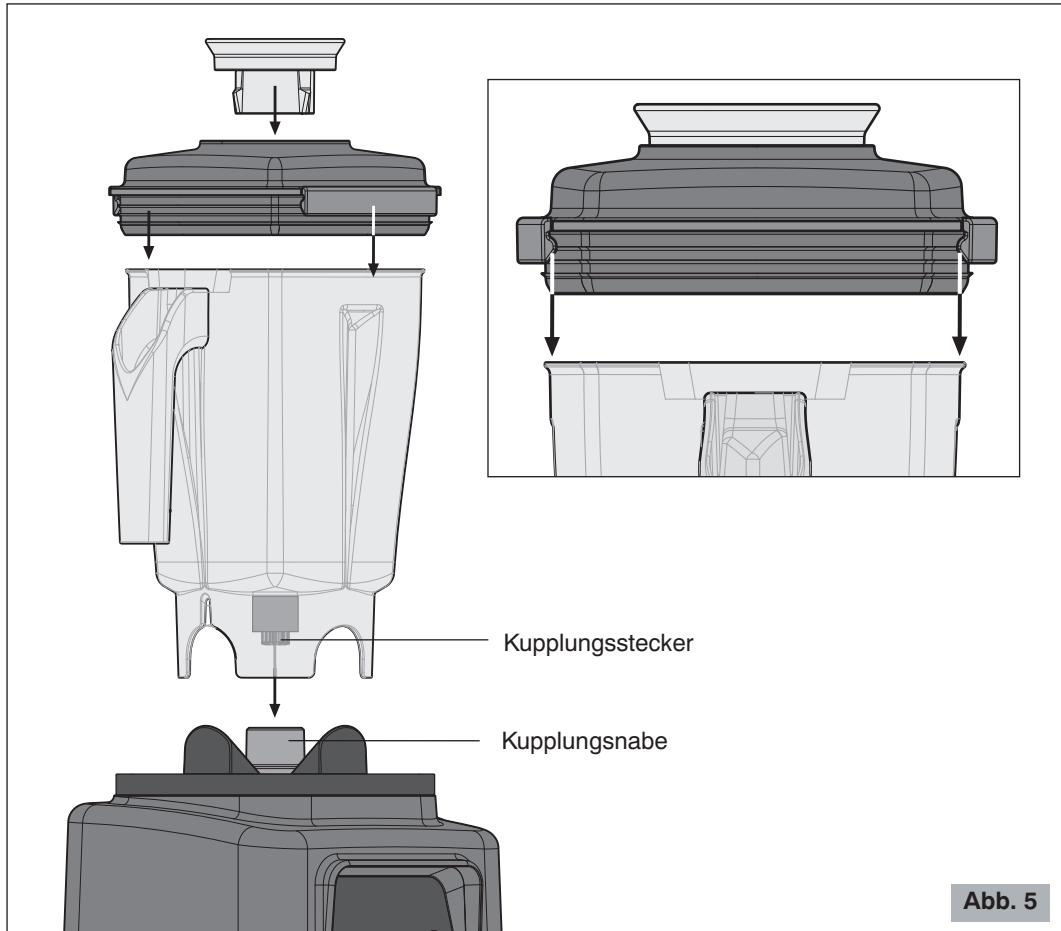

Abb. 5
- 2 Den Behälter auf das Untergestell positionieren, indem man ihn in die entsprechende Halterung einfügt (siehe Abb. 5).
- 3 Den Deckel in den Behälter einfügen, indem Sie auf die Verschlußhaken drücken (siehe Abb. 5).